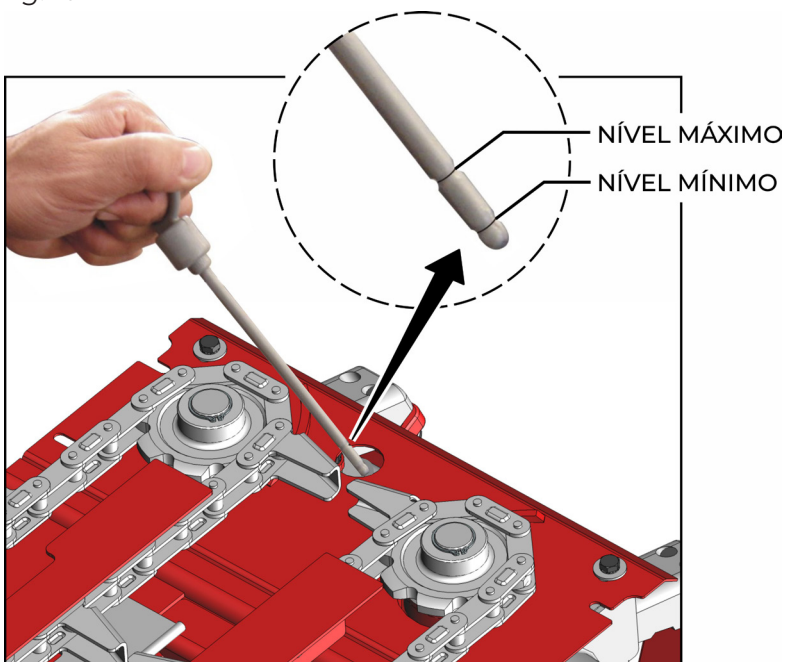

fig. 12
3. Se necessário, reponha a quantidade de óleo suficiente para que o nível fique dentro do mínimo e máximo indicado na vareta (fig. 12);